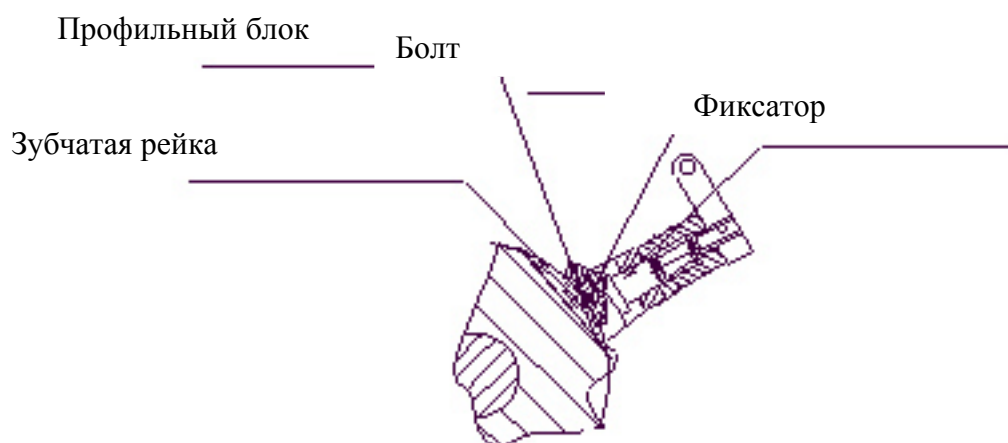

Рис. 3
4.5.1. После того как удостоверились, что машина работает исправно в холостом режиме, остановить машину, когда подвижная плита будет в закрытом положении. Сдвинуть вниз балку сброса давления 12 (фиксатор должен выйти из зацепления с профильным блоком). Затем запустите машину и остановите ее в открытом положении, установить штанцформу в зажимное приспособление. Положить лист картона на подвижную плиту и запустите машину. Когда плита пойдет вниз, поставьте поперечную балку сброса давления в первоначальное положение (фиксатор должен попасть в углубление на профильном блоке). После этого машина должна сделать один удар, после чего остановите ее. Внимательно осмотрите пробный лист, если на нем не осталось засечек, отпустите болт, как показано на рис. 3, и выберите нужное положение профильного блока по отношению к зубчатой рейке. Этим Вы выберете нужное давление и дистанцию между плитами. При перемещении профильного блока вниз дистанция между плитами увеличивается (соответственно, уменьшая при этом давление), при перемещении вверх расстояние будет уменьшаться. При смещении на один зуб дистанция будет изменяться в пределах 0,03-0,15 мм, в зависимости от текущего положения эксцентрика.